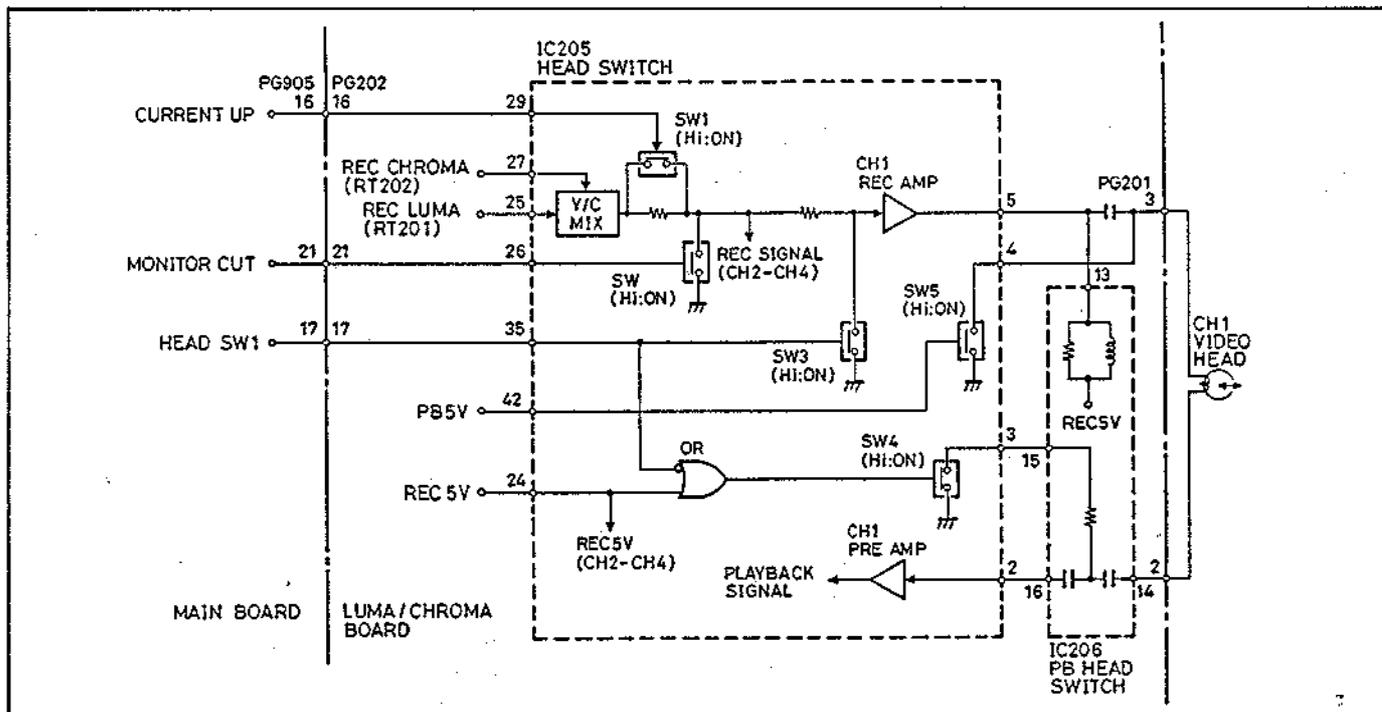

Abb. 5-2 Kopfwechsel-Schaltkreis
2. Kopfwechsel-Schaltkreis (Abb. 5-2 bis 5-5)
2-1 Betriebsvorgänge während des Aufnahmemodus (Abb. 5-2 bis 5-4)
Der Kopfwechsel-IC (IC205: HEAD SWITCH) umfaßt die Schaltkreise für vier Kanäle. Abb. 5-2 zeigt den Kanal CH1.
(1) Luminanzsignal/Chromasignal-Mischstufe (Y/C MIX: Abb. 5-2 und 5-3)
(2) Kopfwechsel-Schaltkreis (Abb. 5-2 und 5-4)
2-2 Betriebsvorgänge während des Wiedergabemodus (Abb. 5-2 bis 5-5)
(1) Kopfwechsel-Schaltkreis (Abb. 5-2, 5-4 und 5-5)